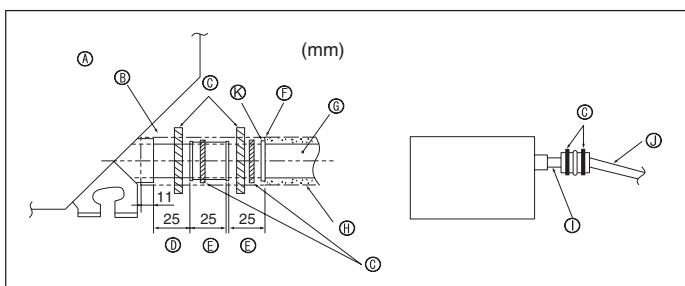

Fig. 5-2
⑩ O.D. Ø32 TUBO PVC	⑪ Pendiente de descenso de 1/100 o más
⑫ Hágalo lo más ancho posible	⑫ O.D. Ø38 TUBO PVC para agrupación de tuberías. (9 mm o mayor aislamiento)
⑬ Unidad interior	⑬ Hasta 85 cm para la agrupación de tuberías
⑭ Haga la medida de la tubería ancha	⑭ Hasta 85 cm para la agrupación de tuberías
1. Conecte el tubo de desagüe (suministrado con la unidad) al orificio de desagüe. (Fig. 5-2) (Sujete el tubo con cinta aislante y asegure la conexión con una abrazadera.)